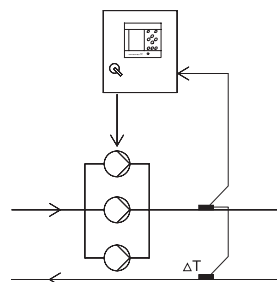

Рис. 26 Перепад температур
- Перепад температуры (датчик перепада температуры), см. рис. 26.